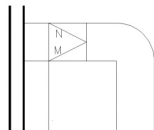

图 4.56 绘制上翻门
(5) 当前层仍为【家具】图层，用【直线】和【偏移】命令绘制工作区出入口处的上翻门，结果如图 4.56 所示。
(6) 修改线型: 图 4.56 中表示上翻门开启方向的 M 线和 N 线应为虚线。
① 加载虚线: 选择菜单栏中的【格式】|【线型】命令，打开【线型管理器】对话框。
② 单击【线型管理器】对话框右上角的【加载】按钮，打开【加载或重载线型】对话框。
④ 单击【确定】按钮，关闭对话框。
⑤ 在无命令状态下选择图 4.56 中的 M 线和 N 线。